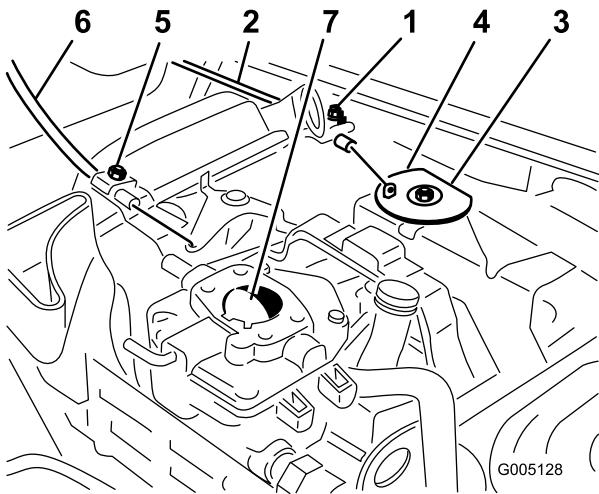

Bild 50
- Lockern Sie die Klemmschraube des Bowdenzugs, mit der dieser am Motor befestigt ist (Bild 50).
- Ziehen Sie fest am Bowdenzug, bis die Rückseite der Schwenkplatte den Anschlag berührt (Bild 50).
- Ziehen Sie fest am Chokezug, bis die Choke-Drosselklappe ganz geschlossen ist; ziehen Sie dann die Klemmschraube des Chokezugs fest (Bild 50).